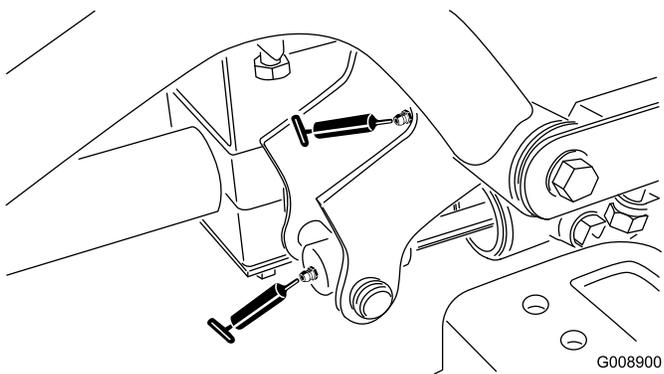

Figura 37
- 2 pivotes de brazo de elevación delantero derecho y cilindro de elevación (Figura 37)